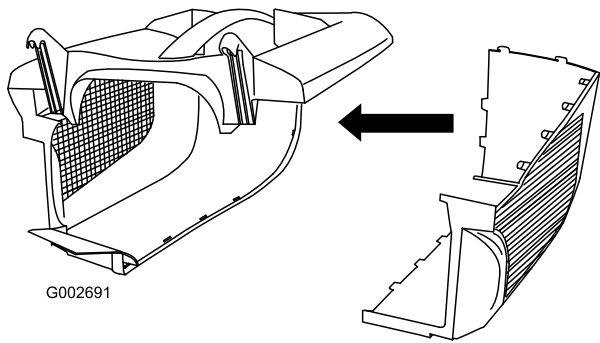

Figure 8
2. Insérez l'autre côté dans les verrous de la partie supérieure et verrouillez l'arrière des 2 côtés (Figure 8).